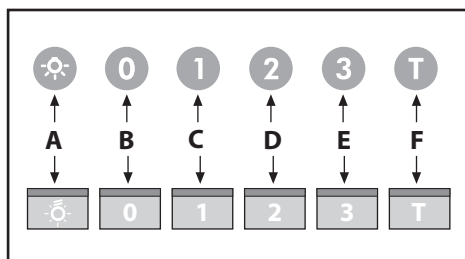

Fig.11
• **Comandi luminosi (Fig.11)** la simbologia è di seguito riportata: